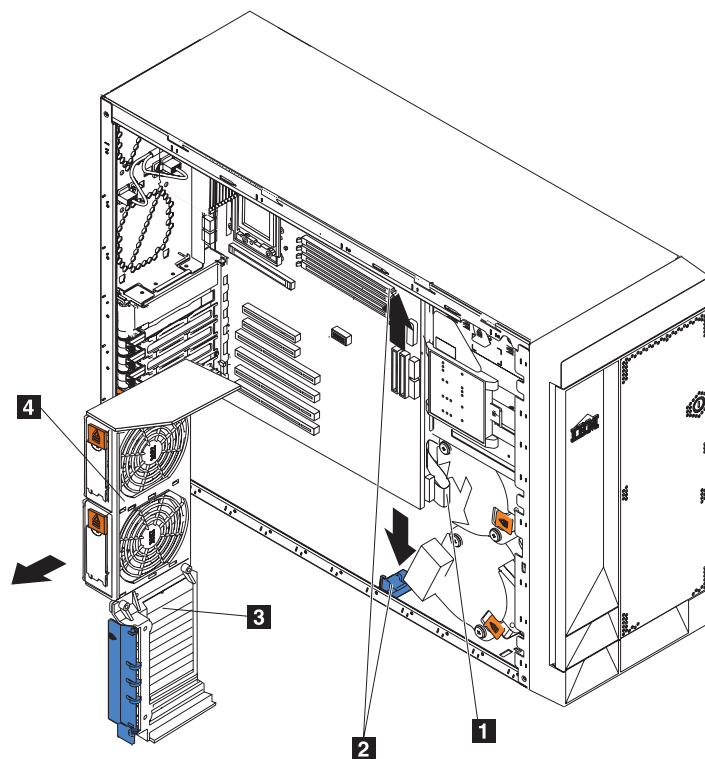
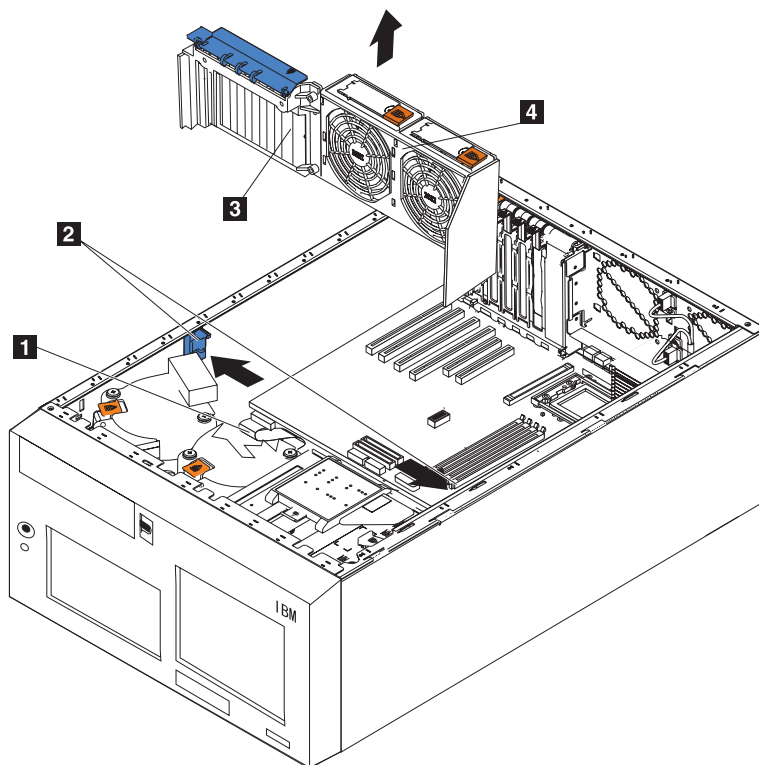

図 40. アダプター支持ブラケットの取り外し (モデル 25T)
図 41. アダプター支持ブラケットの取り外し (ラック・マウント変換機構付きモデル 25T)
8. アダプター支持ブラケットを取り外します (117 ページの図 40 または 118 ページの図 41 を参照)。